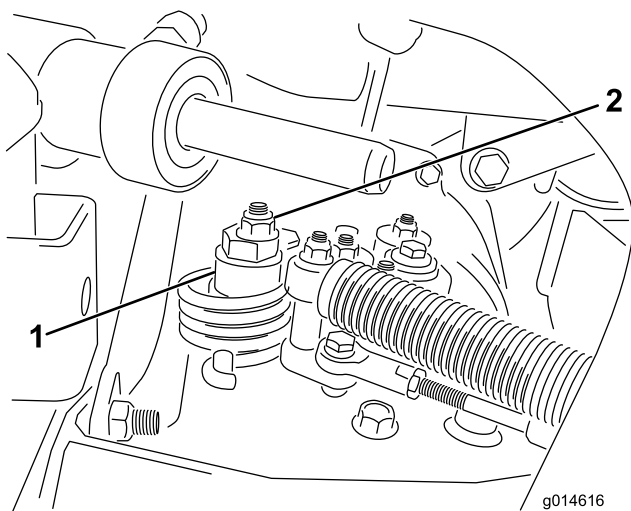

Figura 49
- A. Allentate il dado che fissa l'eccentrico alla parte superiore dell'igrostatò (Figura 49).
C. Fate girare l'eccentrico finché non riscontrate movimenti in alcuna direzione. Quando la ruota cessa di girare, serrate il dado di bloccaggio dell'eccentrico per mantenere la messa a punto (Figura 49). Verificate la regolazione portando l'acceleratore in posizione Lento e Veloce.